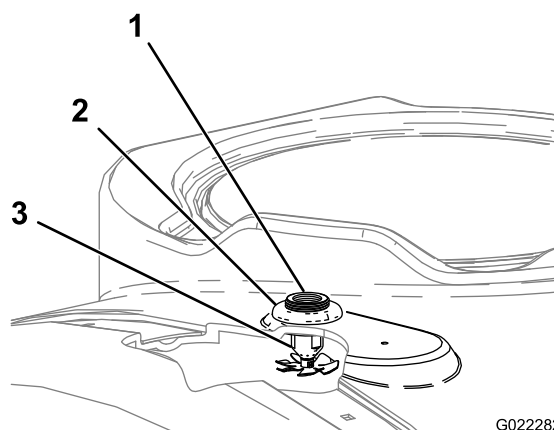

Figure 8
2. Insérez les buses de rinçage vers le haut à travers les trous percés (Figure 8).
3. Vissez l'écrou à embase en plastique sur les filets exposés du raccord de traversée au sommet de la cuve (Figure 8).